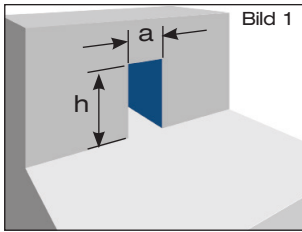

Bild 1
1.1 Attikadurchbruch nach Tabelle 1 erstellen (Bild 1). Durchbruch bis auf die Rohdecke ausführen (Entwässerung in der Bauphase).